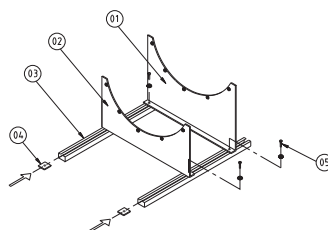

Fig. 4. Montagevoeten voor type ACP Smoke
De ventilator kan het best op een montagevoet gemonteerd worden (leverbaar als accessoire, fig. 4), maar kan ook aan de flenzen van het ventilatorhuis of aan speciale dragers opgehangen worden.
De montagevoeten voor types ACP en ACG Smoke bestaan uit 2 montageplaten (fig. 4 pos. 01 en 02). Hieronder worden twee steunen (pos. 03) met bevestigingsbouten (pos. 05) en moeren (pos. 04) gemonteerd.